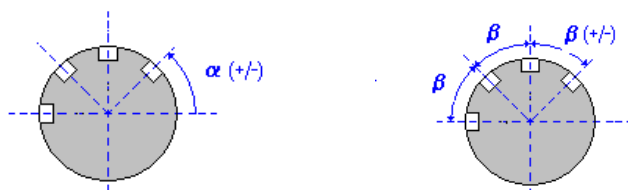

FIG.4-63
- Angolo Iniziale** Angolo relativo alla prima asola. Assunto positivo se in senso antiorario, negativo se in senso orario. Per dettagli Vedi **FIG. 4-63 / 4-64**
- Angolo Ripetizione** Angolo compreso tra due asole contigue. Assunto positivo se in senso antiorario, negativo se in senso orario. Per dettagli Vedi **FIG. 4-63 / 4-64**